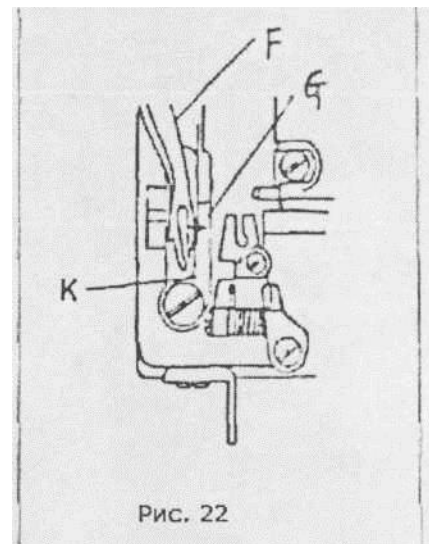

Рис. 22
2. Поверните маховик так, чтобы зубчатый крючок для нити "F" придвинулся к ближайшей точке "G" на иглохранителе "K" (Рис. 22). Если "F" задевает "G" следует лучше настроить полу поддерживающую муфту.